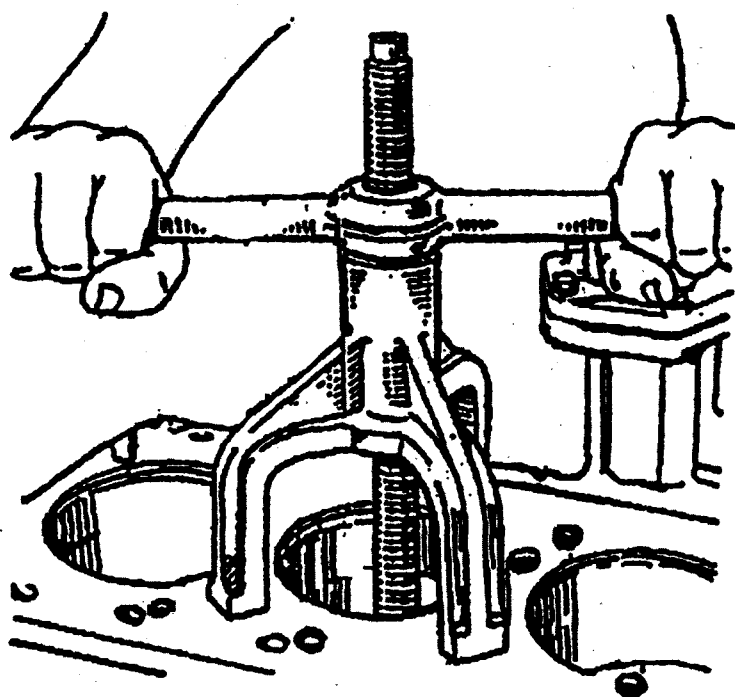

Рис. 10. Выпрессовка гильз цилиндров
42. Выпрессовать гильзы (рис. 10). Вынуть из канавок блока уплотняющие кольца.